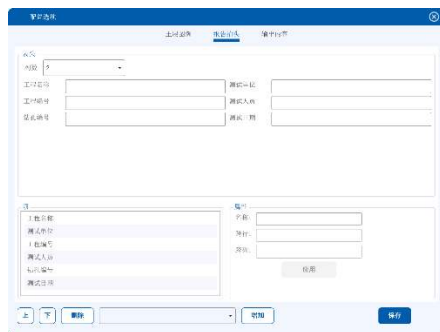

图 8.5 报告抬头
2. 报告抬头：设置工程名称、测试单位等信息，并且编辑信息位置、删除、增加和修改；如图 8.5 所示。